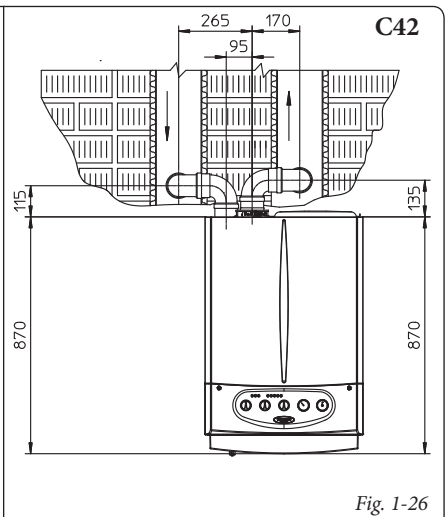

Fig. 1-26
- Ingombri di installazione. Nella figura (Fig. 1-26) sono riportate le misure di ingombro minime di installazione del kit terminale separatore Ø 80/80 in una condizione limite.